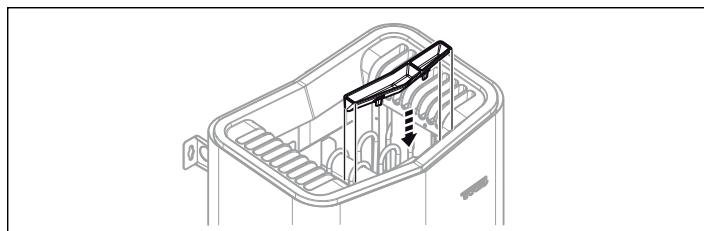

Рисунок 9: Установка подставка для флакона с ароматизатором/увлажнителя воздуха
**7.** Установите чашу для трав/увлажнитель воздуха (см. Рисунок 9, страница 19).